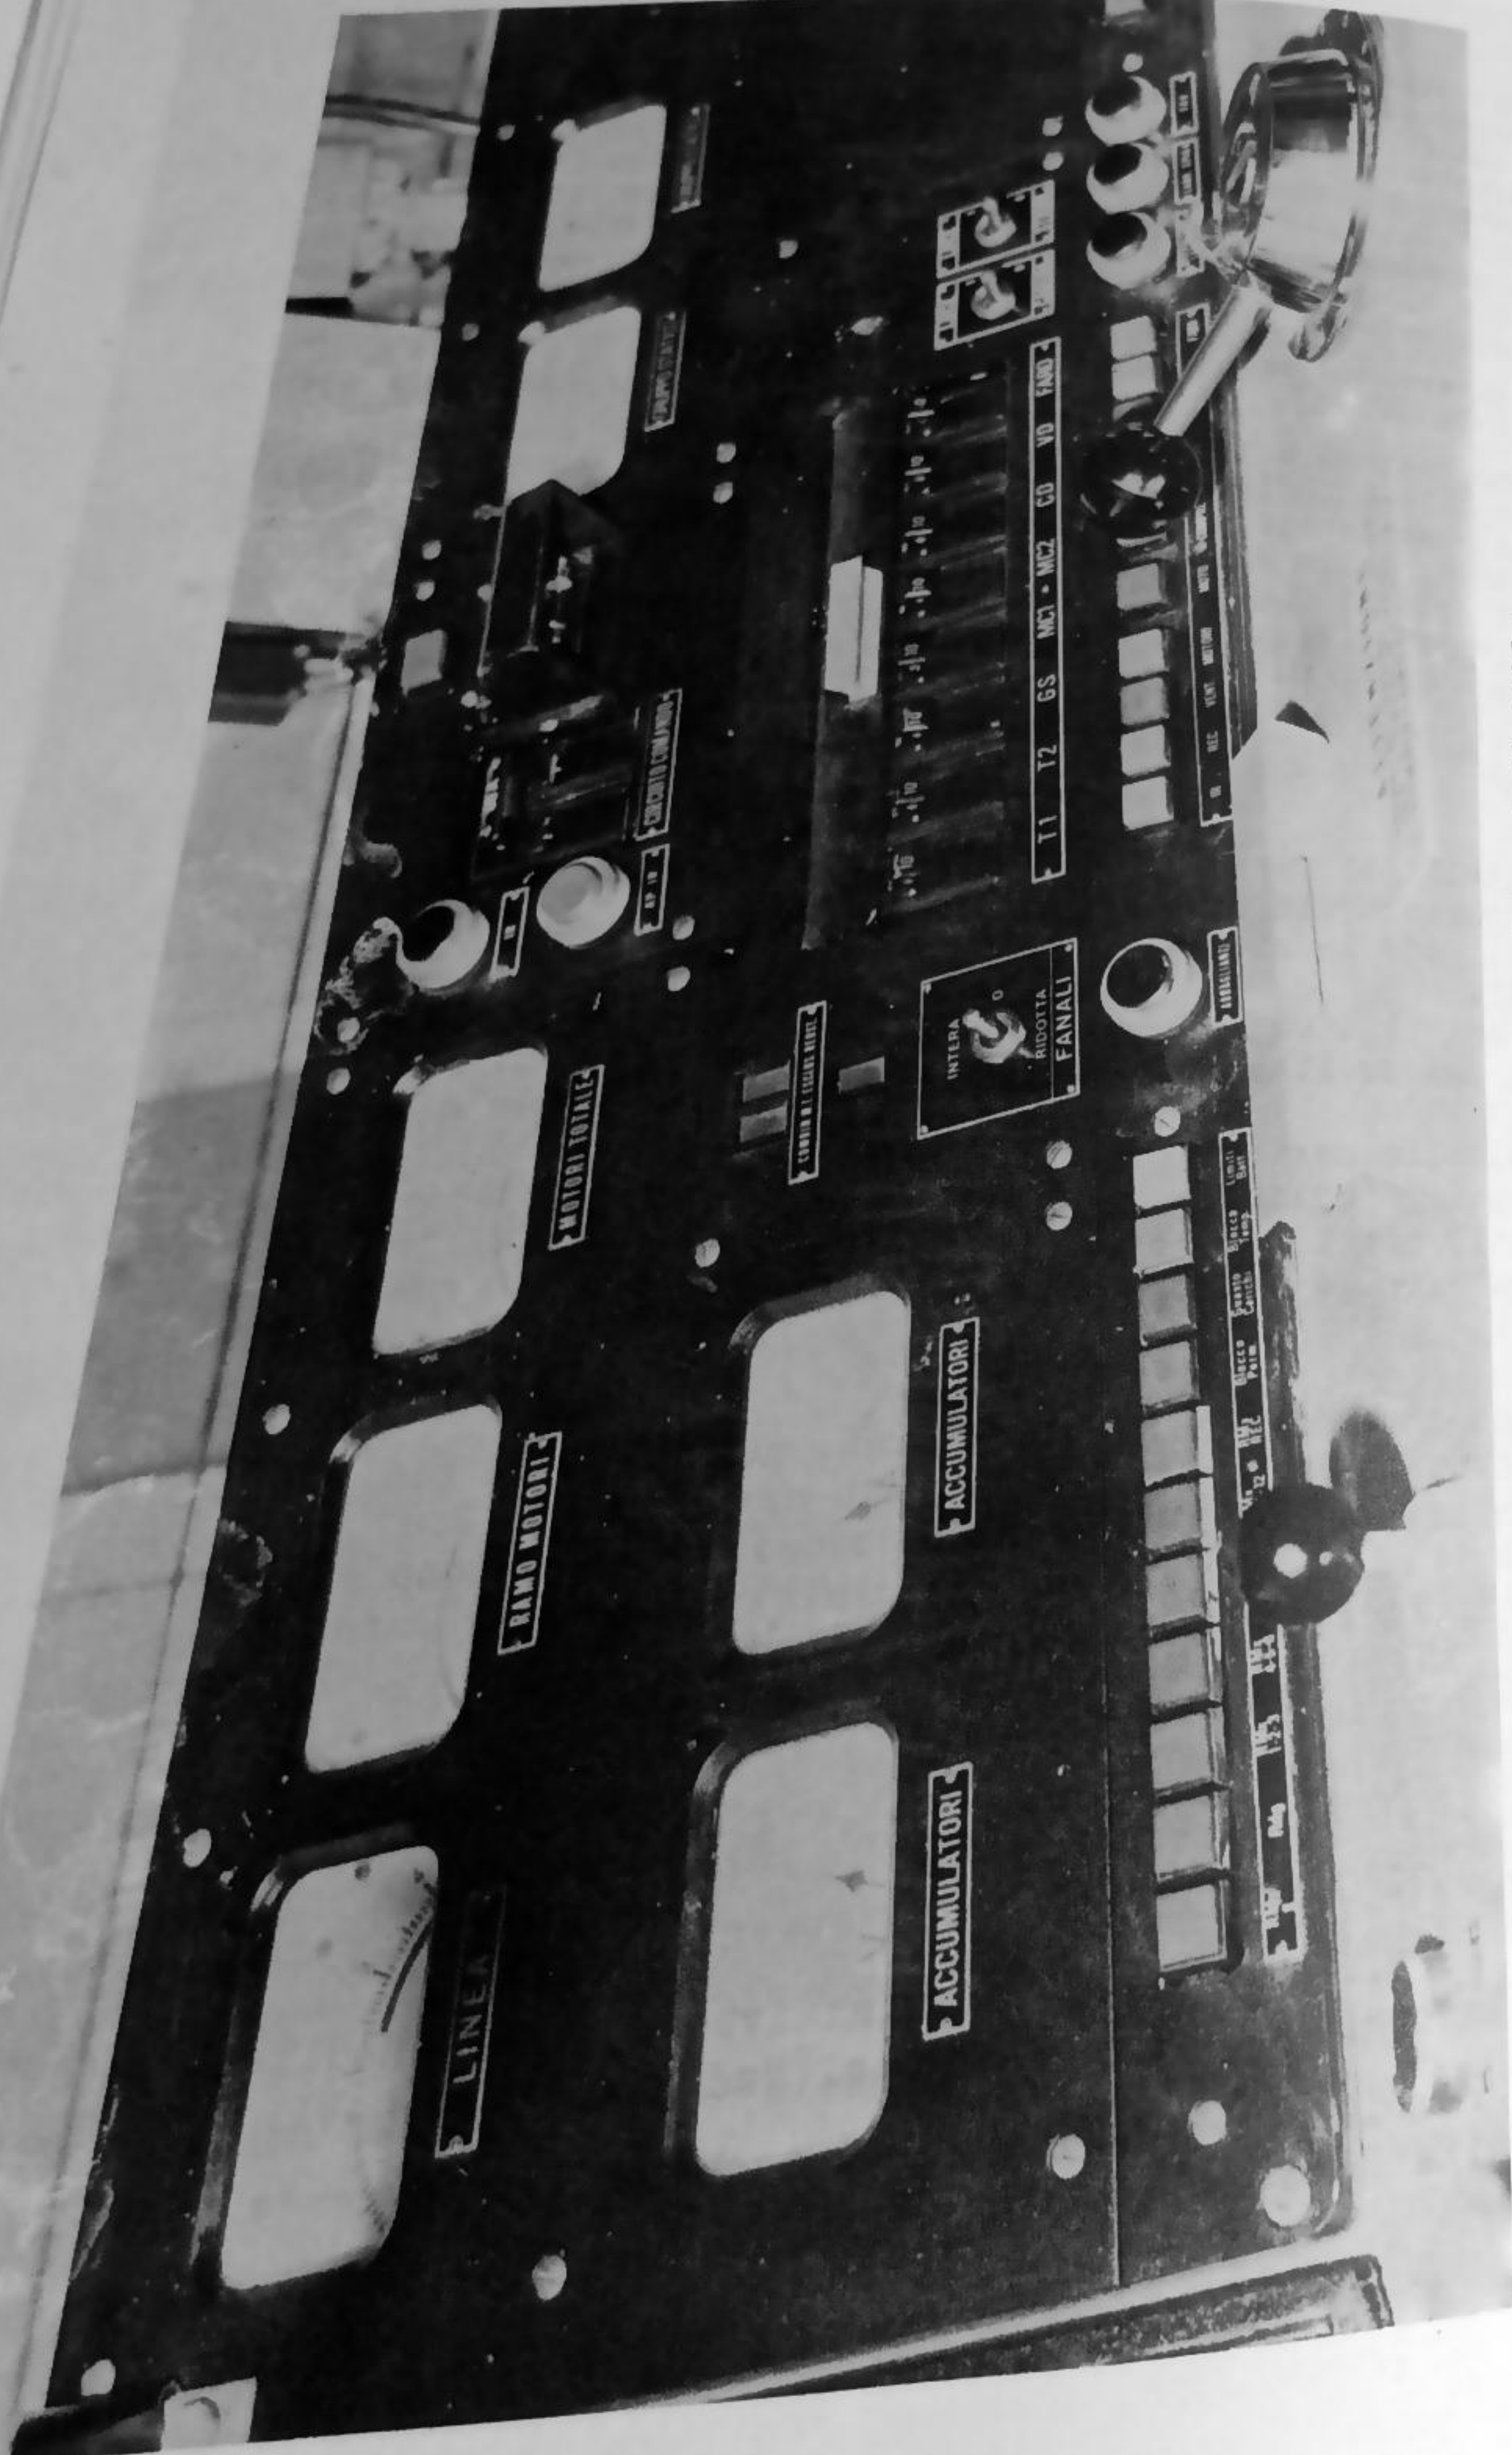

FIG.7 - Strumenti sul banco di guida
5. Gli strumenti riguardanti il C.S., ubicati sul banco di guida (Fig. 7) sono rimasti solo due: